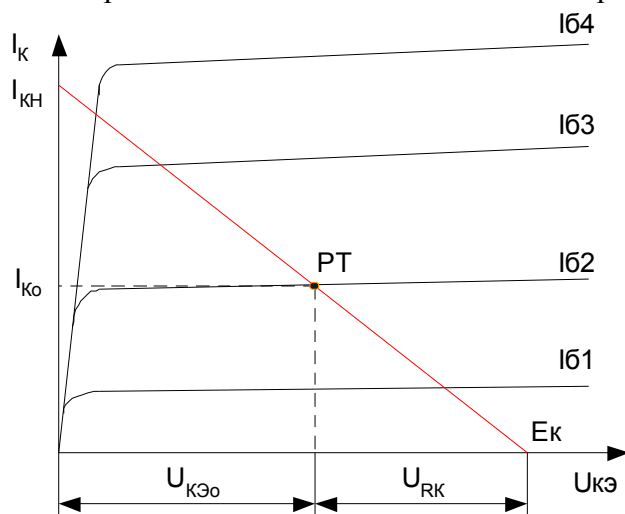

Рис. 77
2) Динамические характеристики и понятие рабочей точки. Уравнение динамического режима является уравнением выходной динамической характеристики. Так как это уравнение линейное, выходная динамическая характеристика представляет собой прямую линию и строится на выходных статических характеристиках (смотрите Рис. 77).